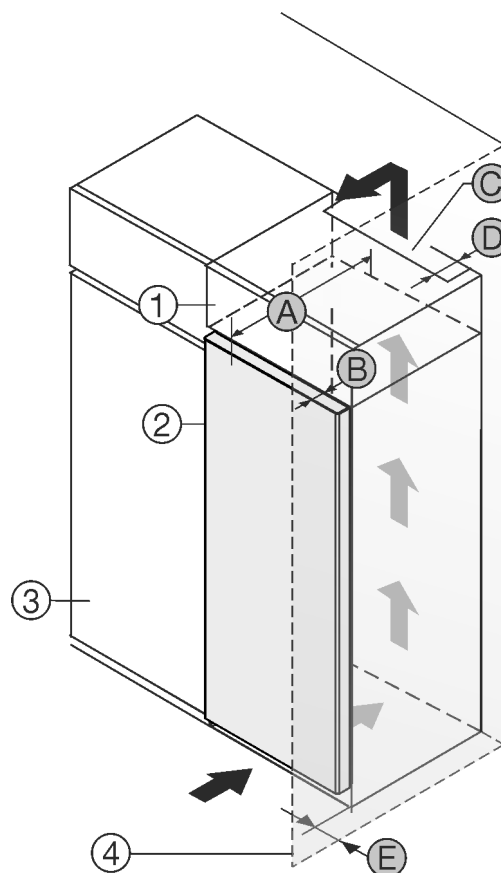

Fig. 1
Můžete přístroj nainstalovat přímo vedle kuchyňské skřínky Fig. 1 (3)\*.
Na zadní straně nastavné skřínky musí být větrací šachta hluboká Fig. 1 (D) přes celou šířku nastavné skřínky.\*
Pod stropem místnosti musí být dodržen ventilační průřez Fig. 1 (C)\*.
Když přístroj instalujete závěsy vedle stěny Fig. 1 (4), musí být vzdálenost mezi přístrojem a stěnou minimálně 13 mm.\*
Když přístroj instalujete závěsy vedle stěny Fig. 1 (4), musí být vzdálenost mezi přístrojem a stěnou minimálně 20 mm.\*
Aby bylo možné dvířka plně otevřít, musí přístroj přesahovat o hloubku dveří Fig. 1 (B) vůči přední linii kuchyňské skřínky. V závislosti na hloubce kuchyňských skříněk Fig. 1 (3) a použití vymezočů odstup od stěny může přístroj vyčnívat dále.\*